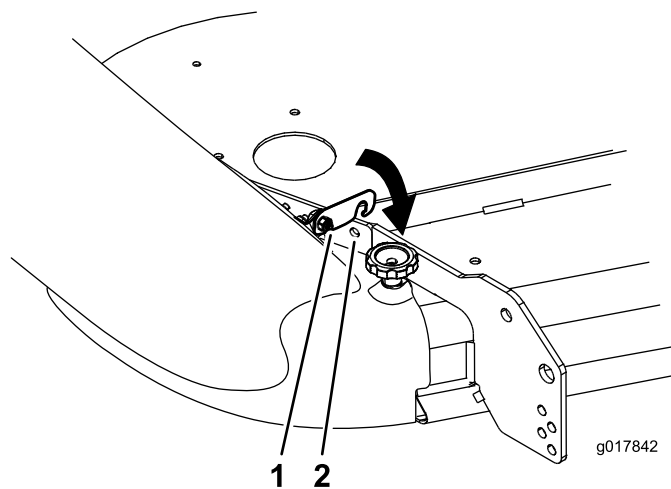

Figura 23
6. Gire el cierre hasta que se enganche en el orificio del refuerzo de la carcasa de corte (Figura 23).